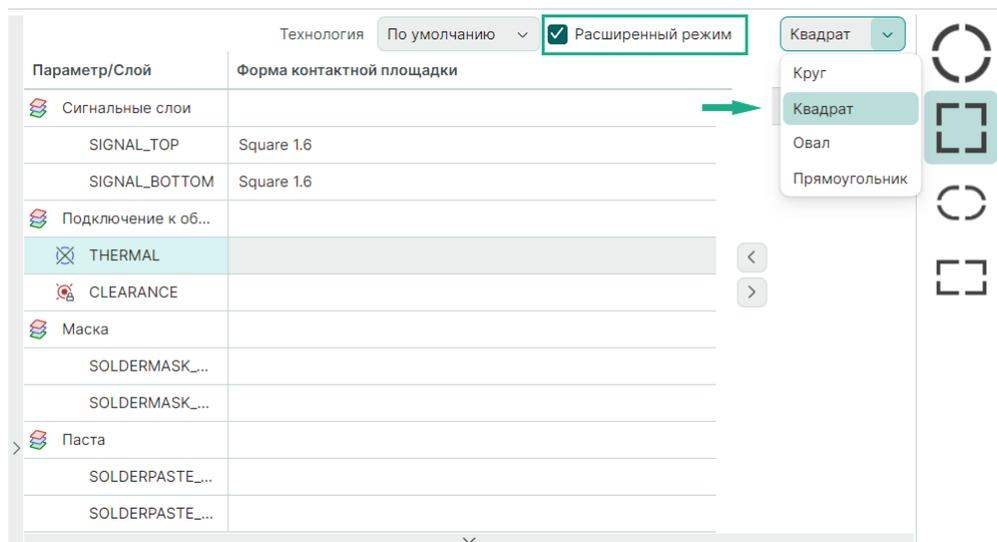

Рис. 64 Выбор формы термобарьера
3. Выберите форму термобарьера из существующего перечня в правой части окна или из выпадающего списка, см. Рис. 64.